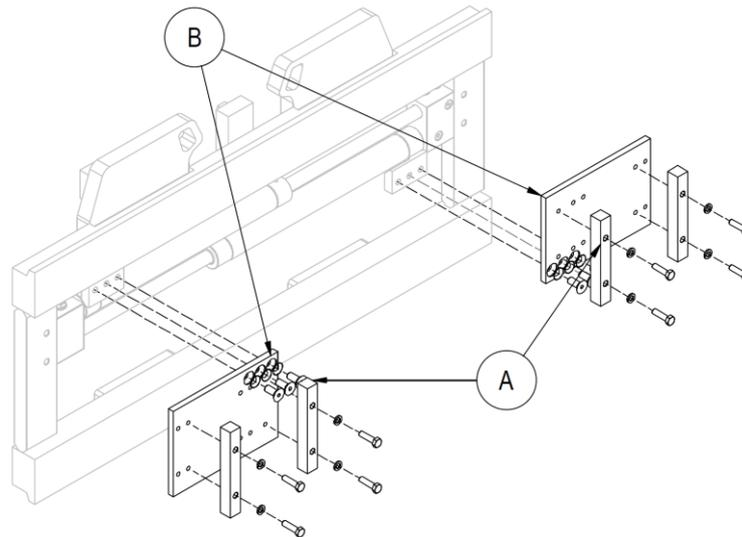

Figure 27
2. Après avoir retiré les fourches (voir 7.2 en p.32), enlever les butées d'arrêt **A** puis les plaques d'entraînement **B** (voir *Figure 27* ; les figures suivantes illustrent seulement l'équipement 575 mais la procédure de démontage des vérins à caisse mobile est la même pour tous les équipements).